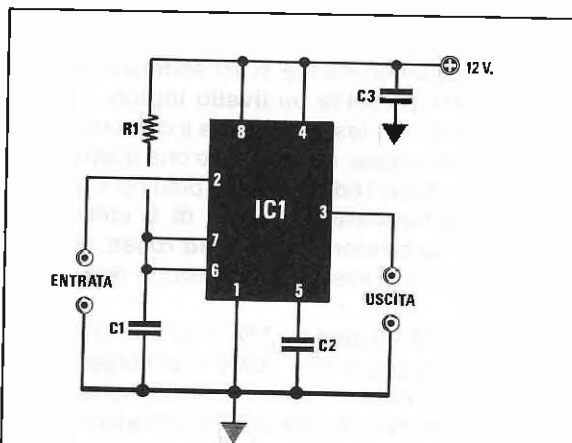

Fig.5 MULTIVIBRATORE MONOSTABILE
In fig.5 vi presentiamo un **monostabile** utilizzato principalmente per ottenere in uscita un impulso **positivo**, ogniqualvolta nel piedino 2 Trigger entrerà un impulso **negativo**.
La larghezza dell'impulso di uscita potrà essere variata secondo le diverse esigenze, utilizzando le stesse formule riportate per il precedente monostabile (vedi fig.5).
Per calcolare il tempo, vale a dire la larghezza dell'impulso, potrete utilizzare le formule riportate per il monostabile di fig.5.
**Fig.11 MULTIVIBRATORE MONOSTABILE con possibilità di variare o di correggere la sua frequenza agendo sul trimmer R1. Per calcolare il valore di C1, utilizzate le stesse formule dello schema di fig.5.**
**Fig.12 MULTIVIBRATORE MONOSTABILE con possibilità di variare o di correggere la frequenza agendo sul trimmer R2. Per calcolare i valori di C1-R1, utilizzate le formule dello schema di fig.5.**